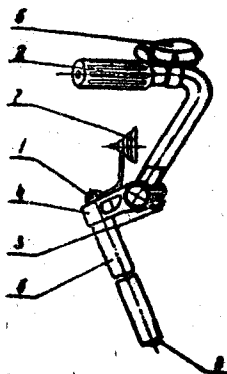

Рис. 2
Для установки руля на требуемую высоту необходимо отвернуть болт (1) (рис. 2) на три-четыре оборота и через прокладку ударить по головке болта до тех пор, пока не расклинится стержень руля, после чего установить руль на требуемую высоту и затянуть болт.
Передний световозвращатель (рис. 2) имеет бесцветный (кристаллический) оптический элемент.